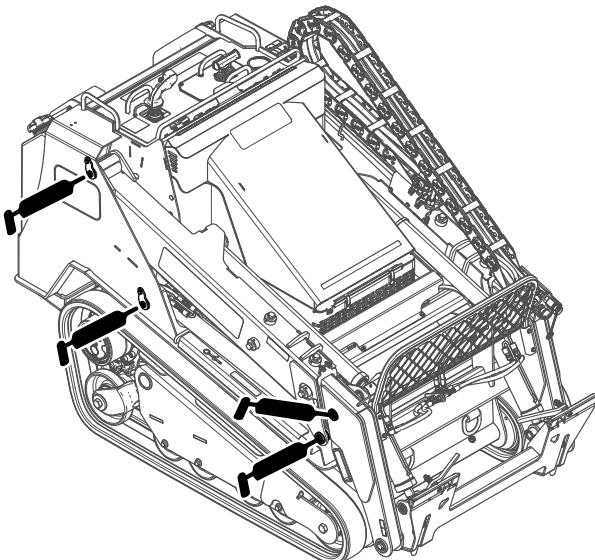
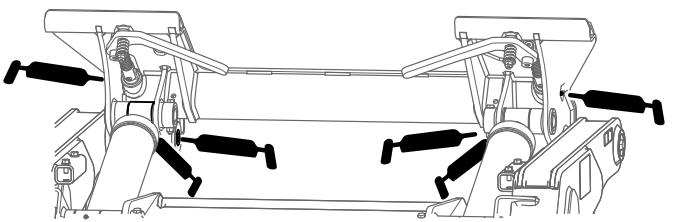
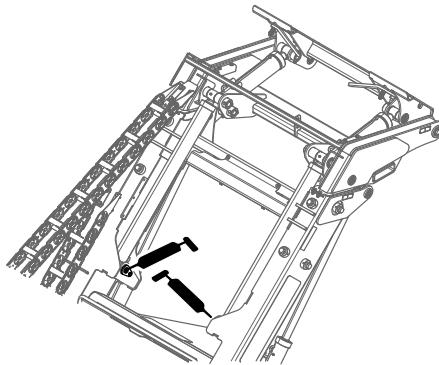

Figura 44
Figura 45
Figura 46
4. Conecte una pistola de engrasar a cada punto de engrase (Figura 44, Figura 45 y Figura 46).
Nota: Eleve los brazos de carga antes de engrasar los puntos de engrase en Figura 46.